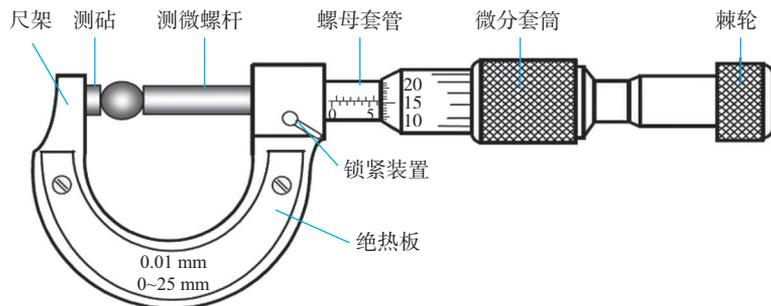

图 1-8 千分尺的结构示意图
(2) 千分尺：又称螺旋测微器、螺旋测微仪、分厘卡，是比游标卡尺更精密的测量长度的工具，其精度可达 0.01 mm，测量范围为几个厘米，其结构如图 1-8 所示。千分尺是依据螺旋放大的原理制成的，即螺杆在螺母中旋转一周，螺杆便沿着旋转轴线方向前进或后退一个螺距的距离。千分尺中螺纹的螺距为 0.5 mm，螺母上可动刻度分为 50 等份，即螺母旋转一周，螺杆可前进或后退 0.5 mm。因此换算可得，旋转每个小分度，相当于螺杆前进或后退 0.01 mm。由此可见，螺母上的每一小分度表示 0.01 mm，并且还能再估读一位，可读到毫米的千分位，故名千分尺。